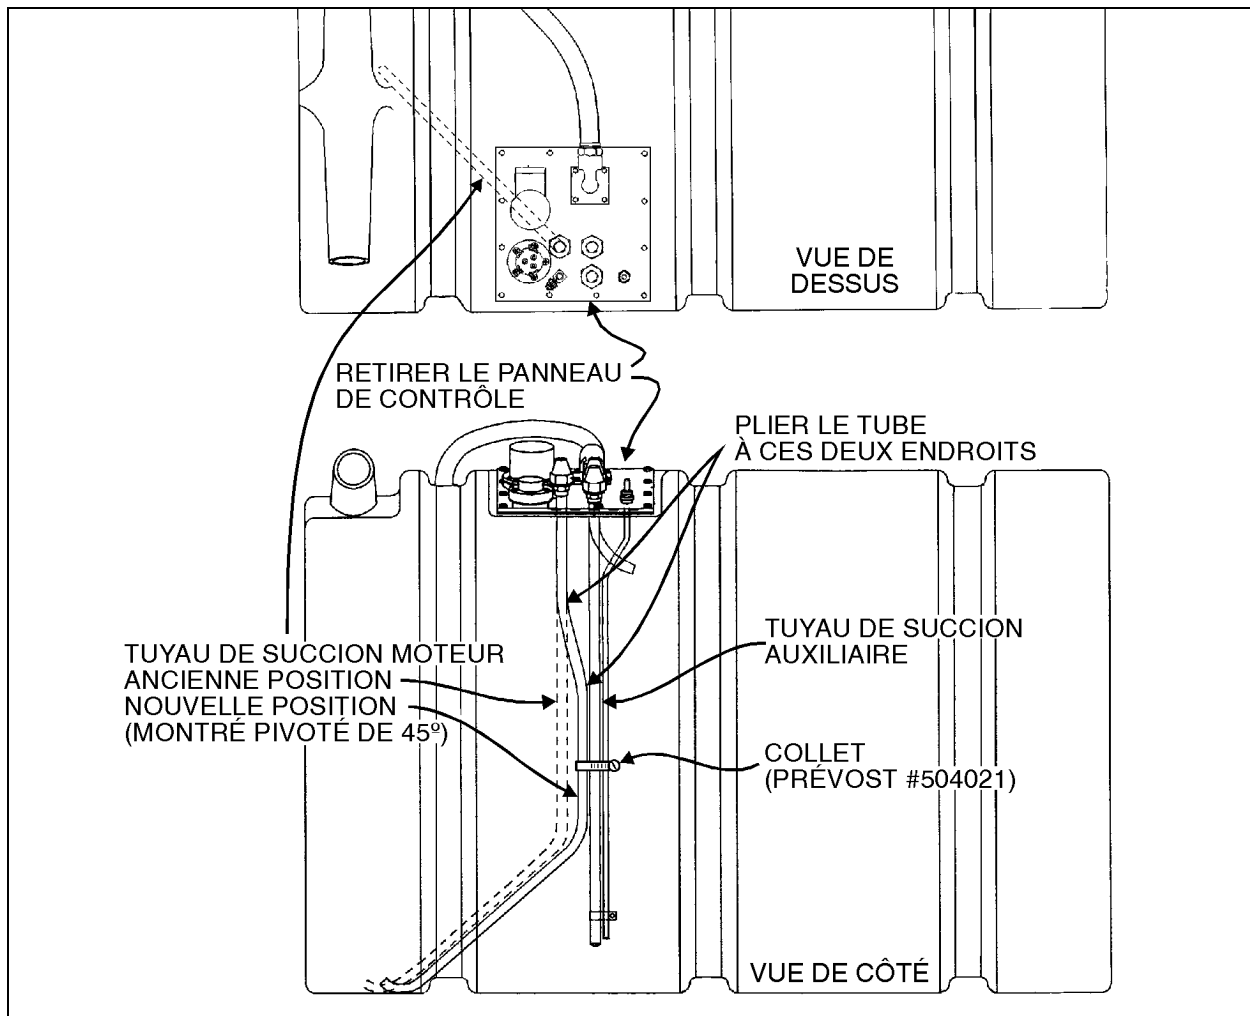

FIGURE 1: MODIFICATION DU TUYAU DE SUCCION MOTEUR DANS LE RÉSERVOIR DE CARBURANT
Modification à la figure 1
3. Plier le tube de suction moteur sur le tube de suction auxiliaire tel que montré à la figure 1.
4. Installer le collet pour boyau sur les tubes de suction auxiliaire et moteur (Prévost #504021) (Fig. 1).